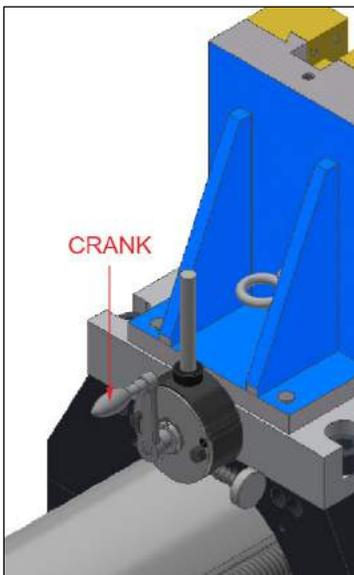

Рис. 25. Подрезная головка с прямой рукояткой
- а) Если прокладки не используются (см. рис. 22), используйте прямую рукоятку и ручку включения подачи для ручного регулирования и зацепления автоматической подачи (см. рис. 25 и 26 на стр. 36).